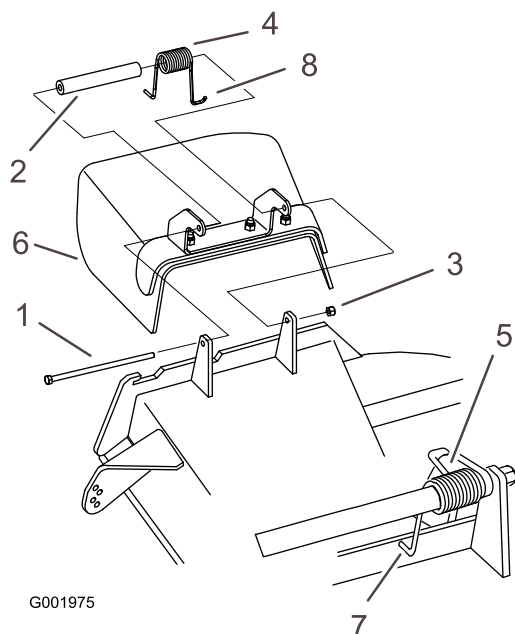

Figure 87
1. Retirez le contre-écrou, le boulon, le ressort et l'entretoise qui fixent le déflecteur aux supports de pivot (Figure 87).
Remarque: Prenez soin de placer 1 extrémité en J du ressort derrière le bord du tablier avant de mettre le boulon en place, comme montré à la Figure 87.
6. Accrochez l'extrémité en J du ressort au déflecteur d'herbe (Figure 87).